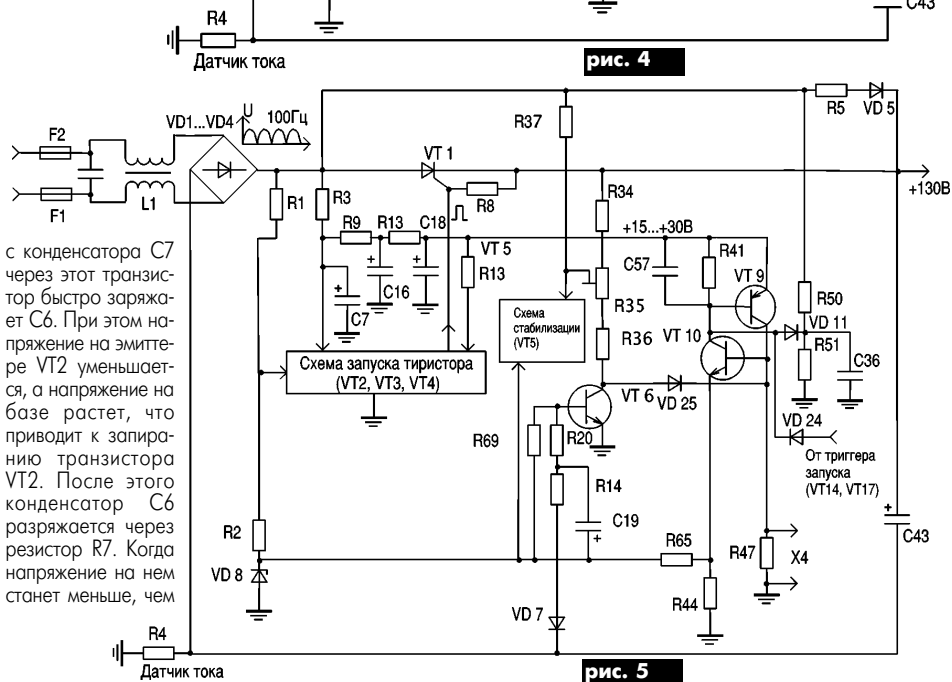

рис. 4
**Схема стабилизации.** Схема стабилизации (рис.4) собрана на транзисторе VT5. Запирающее напряжение на его эмиттере стабилизировано с помощью стабилитрона VD8, а отпирающее на базе - это часть выходного напряжения. Режим VT5 определяется разностью этих напряжений.